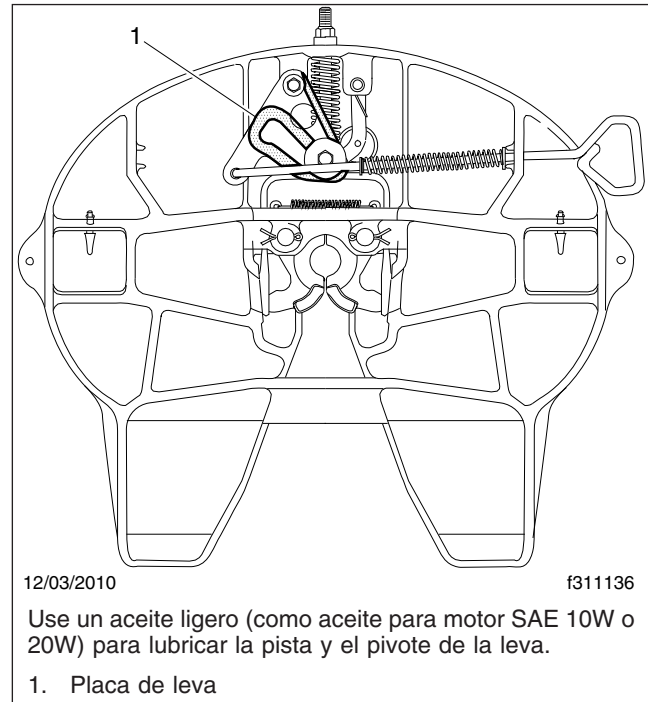

Figura 8, Lubricación con aceite de la quinta rueda Holland FW35
2. Use un aceite ligero (como aceite para motor SAE 10W o 20W) para lubricar la pista y el pivote de la leva. Vea la Figura 8.